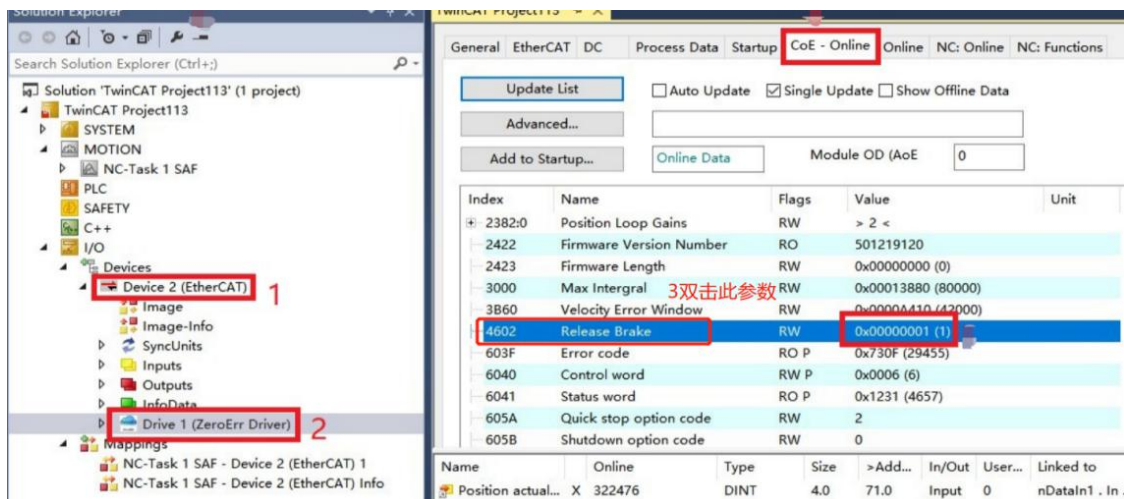

图 7-4 TwinCAT 操作释放刹车
Step2: 以 TwinCAT3 主站为例, 通过 SDO 访问释放刹车参数对象 4602_h (Release Brake) 写入值 1, 操作方法如图 7-4, 点击 “Device 2(EtherCAT)”, 点击 “Drive1(zeroErr Driver)”, 点击 “CoE-Online”, 下拉找到对象 “4602”, 左键双击此参数对象, 弹出 “Set Value Dialog” 界面, 在 “Dec” 值输入 1, 最后点击 “OK”, 则制动器处于释放 (非制动) 状态, 写入值 0, 则制动器处于闭合 (制动) 状态。